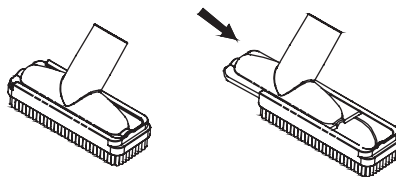

Рис. 2
- Насадка для пыли (2 в 1) используется для уборки пыли с любых типов поверхности таких, например, как: книги, жалюзи, решетки кондиционеров, абажуры ламп, полки и т.д. Без щетки насадка может использоваться для чистки мягкой мебели (Рис. 2).